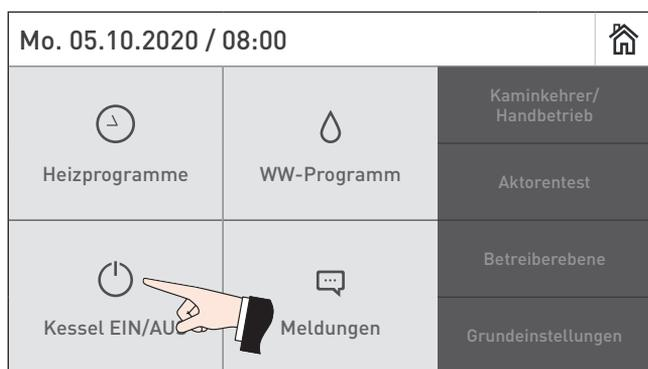

Fig.3 BioWIN 2 Touch ausschalten
- Vor dem Öffnen der Verkleidungstür Heizkessel unbedingt vorher mit der **EIN/AUS-Taste** (siehe Fig.3) ausschalten und auskühlen lassen (keine Anzeige am Display).